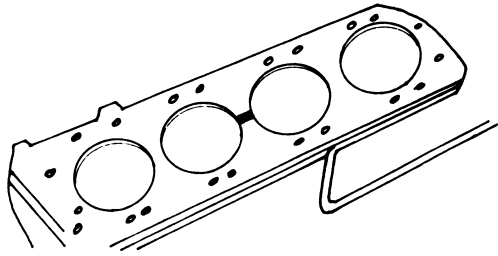

Fig. 8. Empaque de culata que presenta una sopladura entre dos cilindros vecinos ( $2^{\circ}$  y  $3^{\circ}$ ).
**Otras fallas en el empaque de culata.** La baja compresión en dos cilindros vecinos es causada por una sopladura del empaque (Fig. 8) en cuyo caso debe cambiarse el empaque de culata.